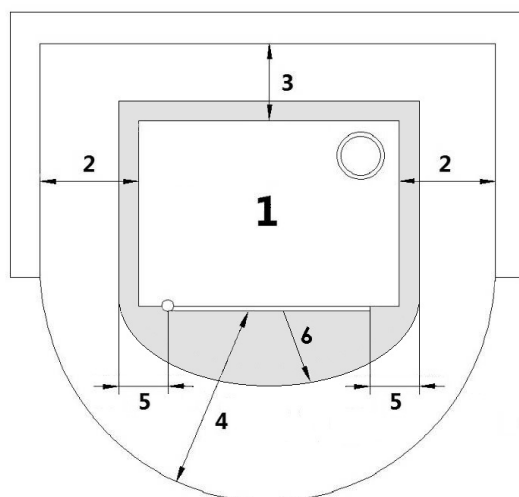

Fig. 13 - Installazione generica
- Per le norme di sicurezza antincendio si devono rispettare le distanze da oggetti infiammabili o sensibili al calore (divani, mobili, rivestimenti in legno ecc...) come riportato in **Fig. 13**.
- Se il pavimento è costituito da materiale combustibile, si deve realizzare una protezione (piastra acciaio, refrattario, marmo...) in materiale incombusto. Per le dimensioni della protezione vedi **Fig. 13**.